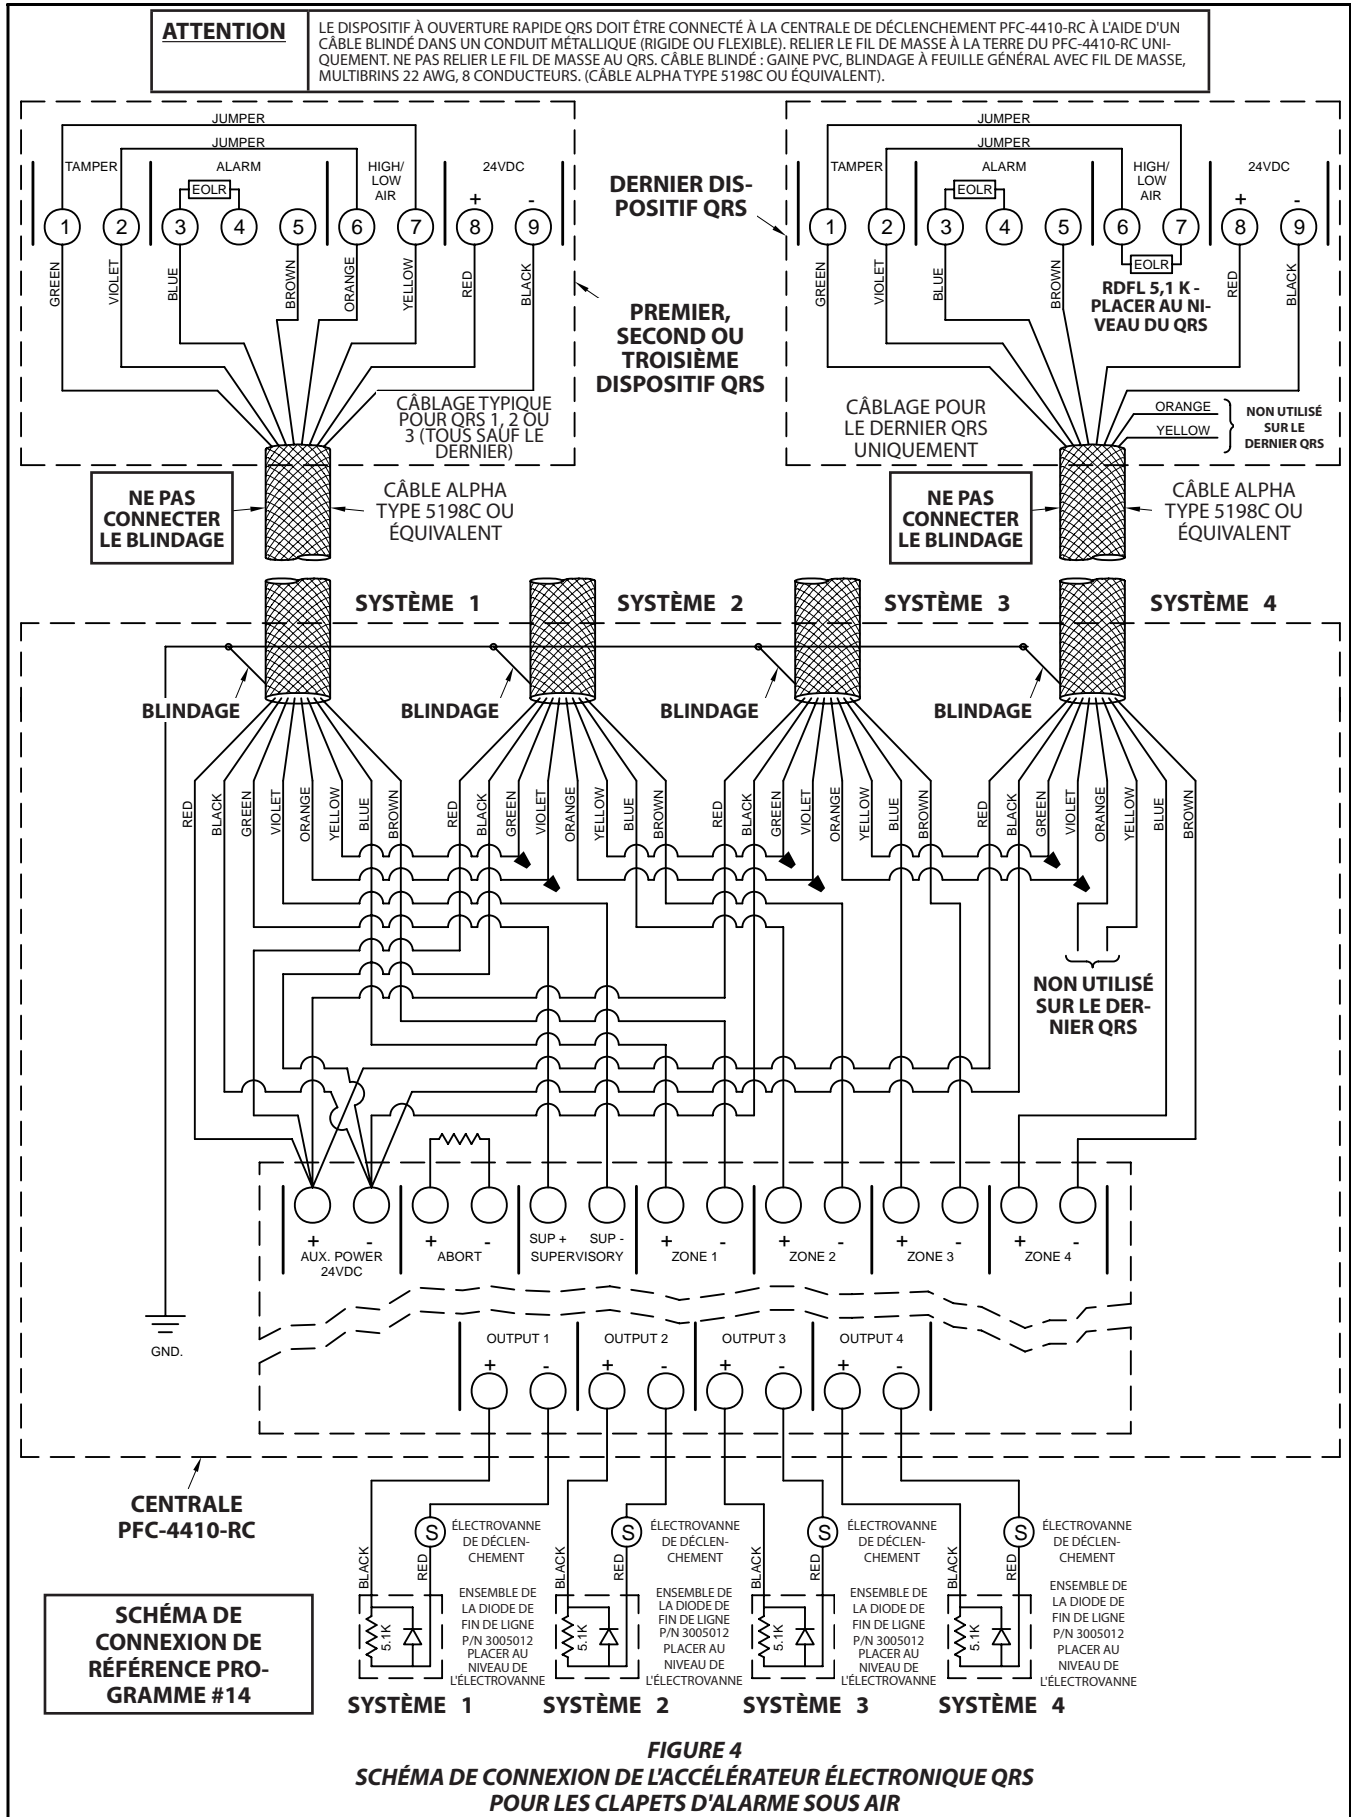
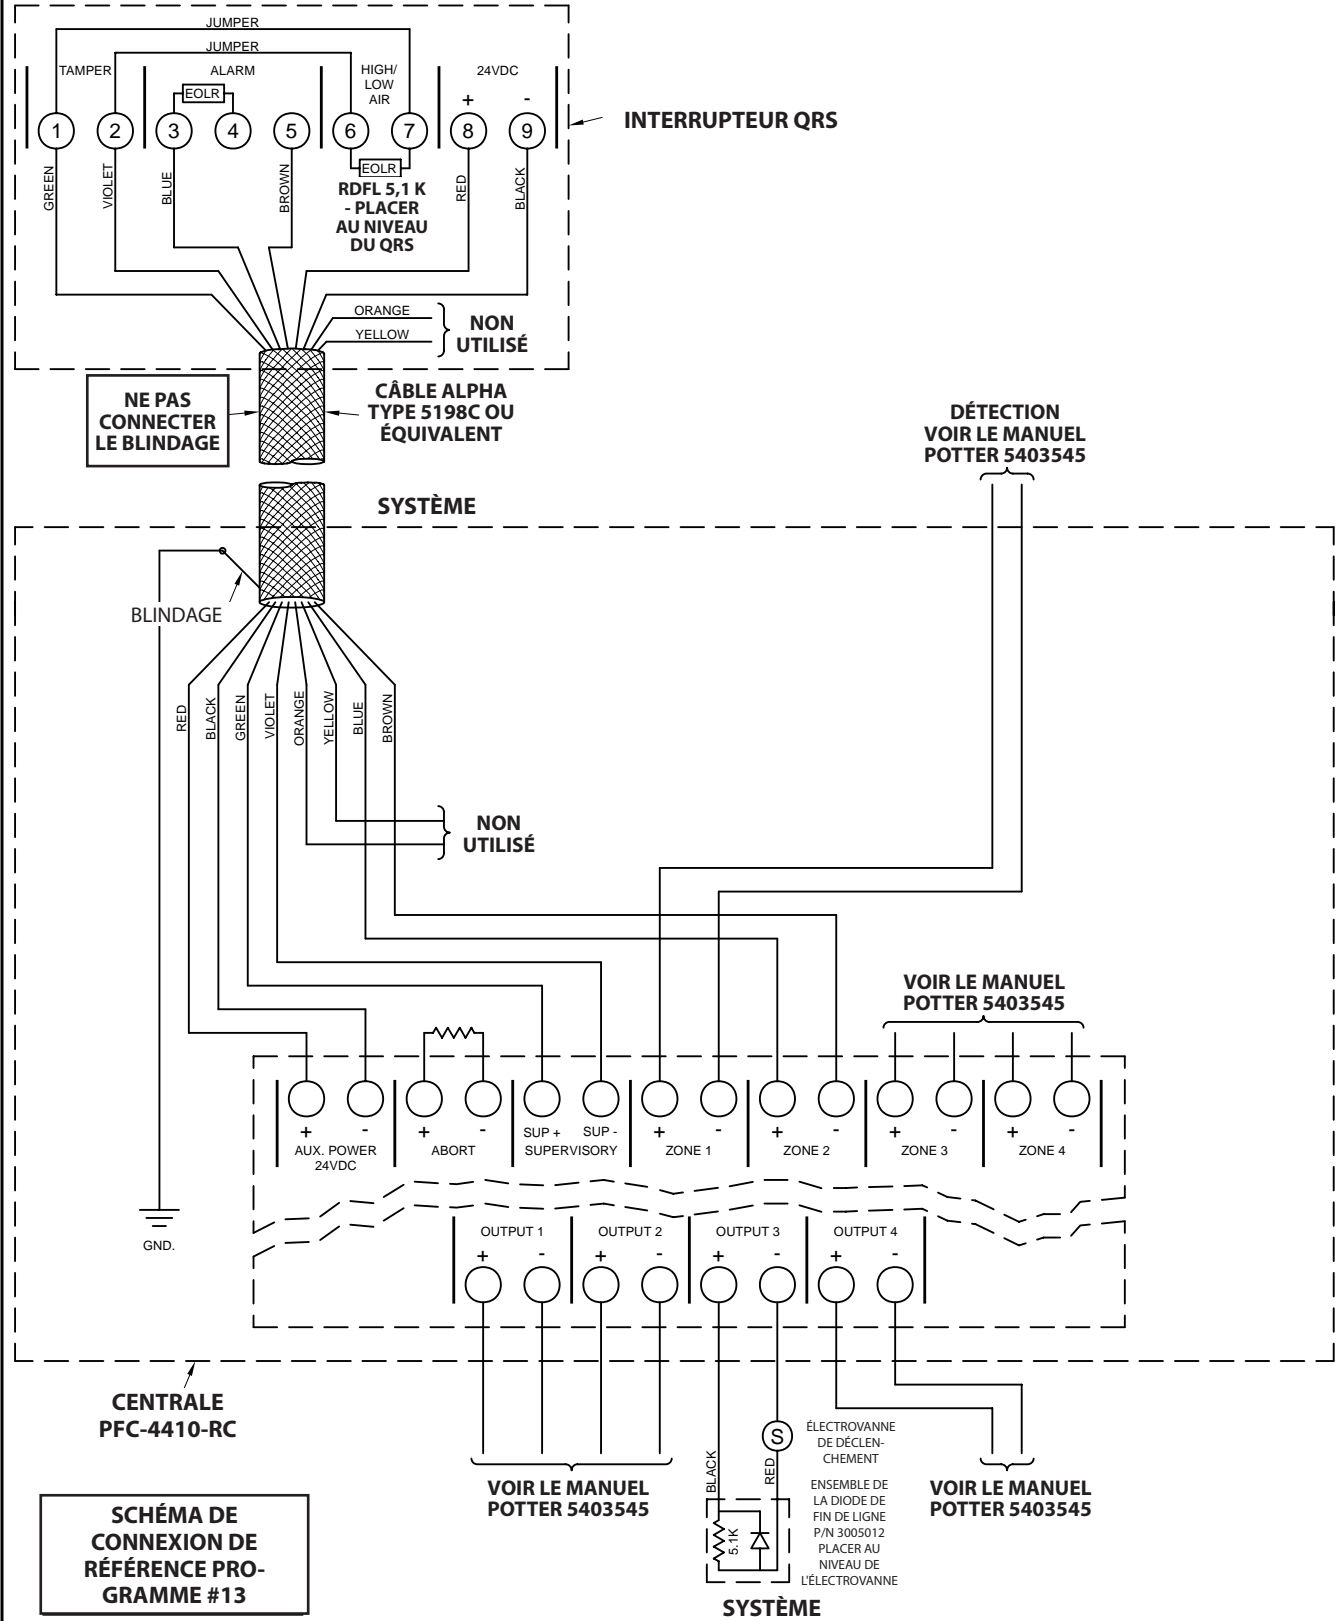

FIGURE 4
FIGURE 5
Étape 3. Le dispositif à ouverture rapide QRS, l'électrovanne et la centrale de déclenchement doivent être connectés selon la figure 4 ou 5, selon le cas. Toutes les connexions électriques doivent répondre aux exigences de NFPA 72.
La figure 4 permet de connaître les branchements pour les systèmes sous air utilisant le programme standard PFC-4410-RC #14.
La figure 5 permet de connaître les branchements pour un système de pré-action électrique/électrique à double verrouillage utilisant le programme standard PFC-4410-RC #13.
Dans le cas de la figure 4, la RFDL pour le circuit de supervision est située dans le dernier dispositif à ouverture rapide QRS. Dans le cas de la figure 5, la RFDL pour la zone de supervision est située au niveau du QRS et les fils orange et jaune ne sont pas utilisés. Les interrupteurs anti-sabotage pour les vannes de sectionnement requises pour les systèmes de pré-action à double verrouillage doivent être reliés à la Zone 3 de la centrale de déclenchement PFC-4410RC qui est programmée en tant que zone